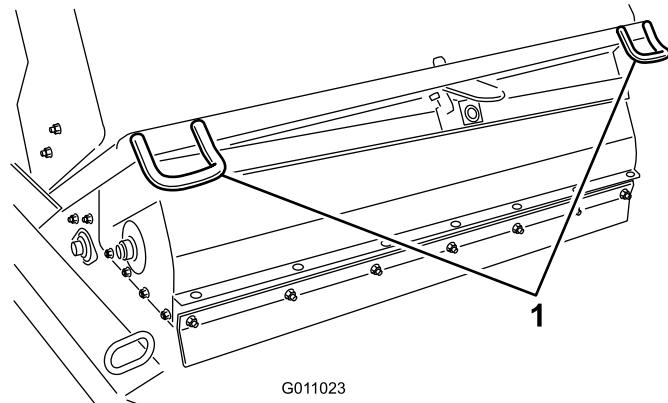
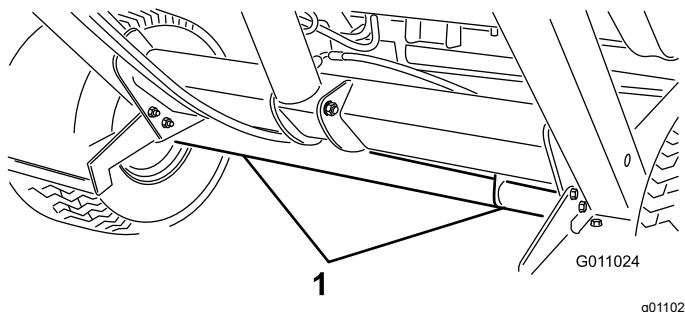

Figura 31
Figura 32
- Prima di trasferire la macchina, utilizzate i punti di attacco per ancorare la parte anteriore della macchina (Figura 31), e l'assale (Figura 32) per ancorare la parte posteriore della macchina al rimorchio.